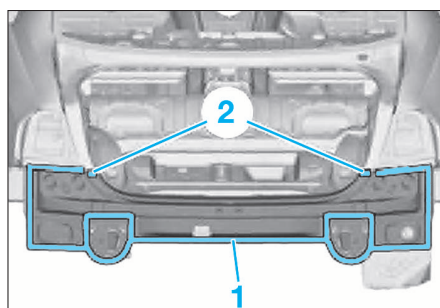

FIG. 33
- Dégager les cordons de soudure dans la zone (1) (Fig.33).